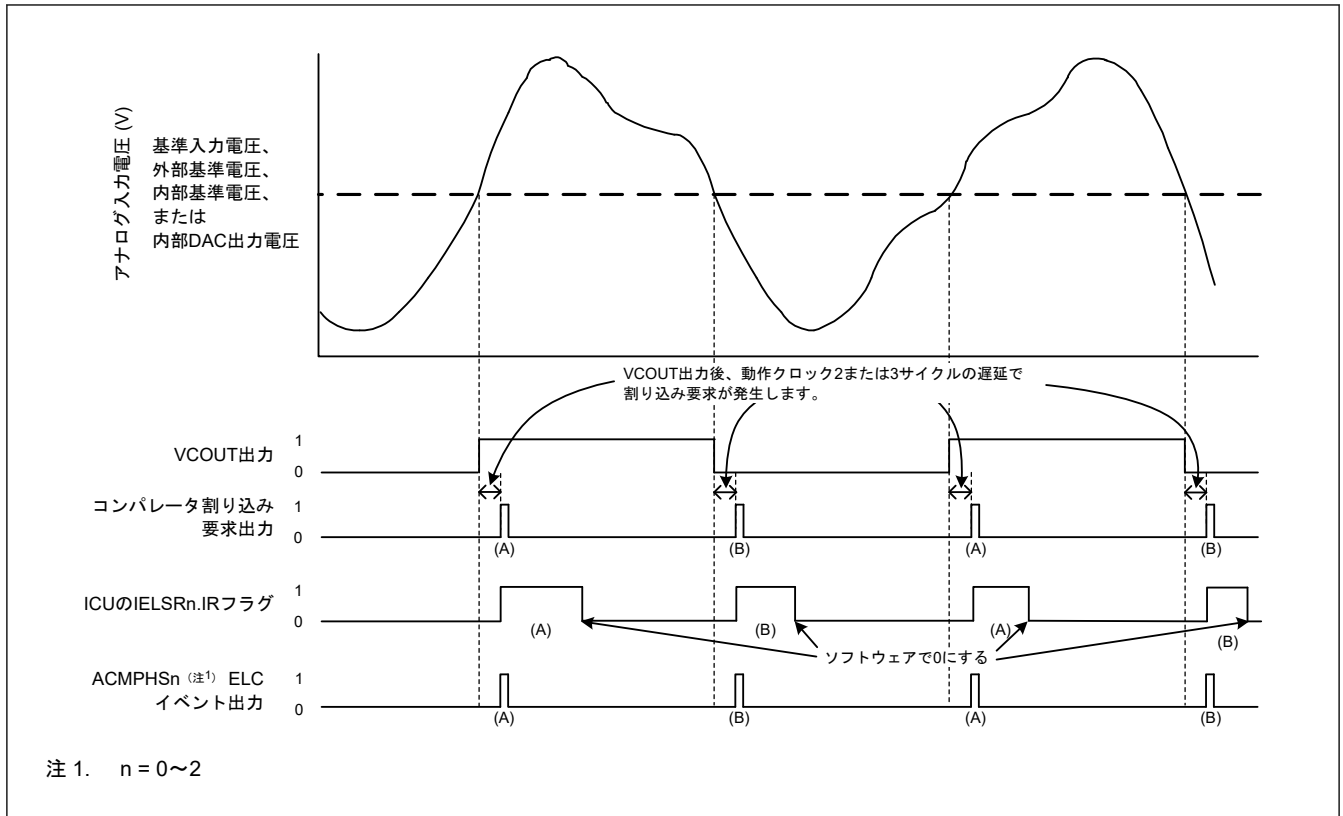

図 36.2 ACMPHS 動作の例
ACMPHS 動作の例を図 36.2 に示します。アナログ入力電圧が ACMPHS 基準入力電圧より高くなると VCOUT 出力は 1 になり、低くなると VCOUT 出力は 0 になります。ACMPHS 出力が変化すると、割り込み要求および ELC イベントが出力されます。
図 36.2 は CPOE = 1 (端子出力有効)、CDFFS[1:0] = 00b (フィルタを使用しない)、かつ CEG1 = CEG0 = 1 (両エッジ検出を選択) の場合の例です。CINV = 0、CEG0 = 1、かつ CEG1 = 0 (ACMPHS からの非反転出力信号用に立ち上がりエッジ検出を選択) の場合、IELSR.IR フラグは (A) で示されるように変化します。CINV = 0、CEG0 = 0、かつ CEG1 = 1 (ACMPHS からの非反転出力信号用に立ち下がりエッジ検出を選択) の場合、IR フラグは (B) で示されるように変化します。